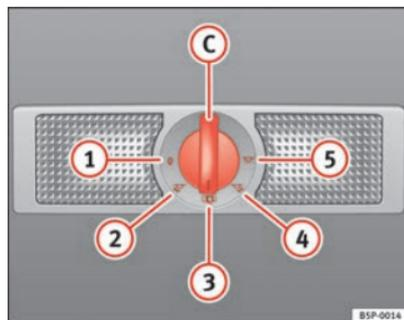

Fig. 83 Ciel de pavillon : plafonnier et lampe de lecture de la partie arrière de l'habitacle.
La commande ⇒ fig. 83 C vous permet de sélectionner les positions suivantes :
Lorsque la commande est en position ⇒ fig. 83 ①, le plafonnier et les lampes de lecture sont éteints.